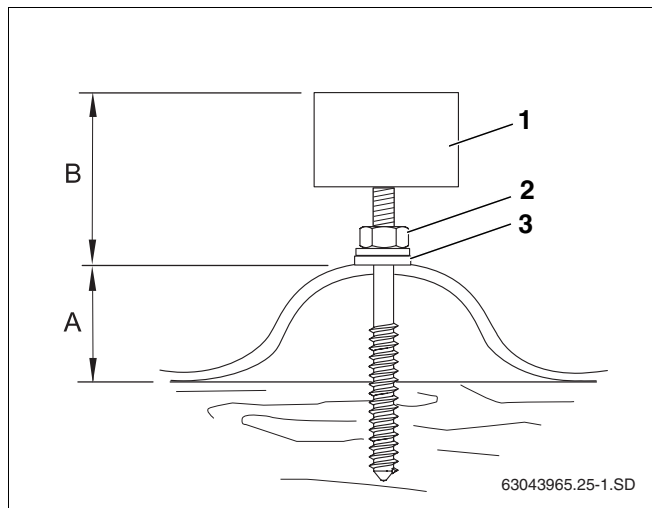

Fig. 24 Montar el tornillo de doble rosca en el tejado de placa ondulada
Al enroscar los tornillos de doble rosca, tenga en cuenta que la distancia B (tab. 7 y fig. 24) es la misma para todos los tornillos de doble rosca.
- ▶ Apriete la tuerca (fig. 24, **pos. 2**) hasta que la arandela de estanqueidad (fig. 24, **pos. 3**) quede apoyada totalmente sobre el tejado.